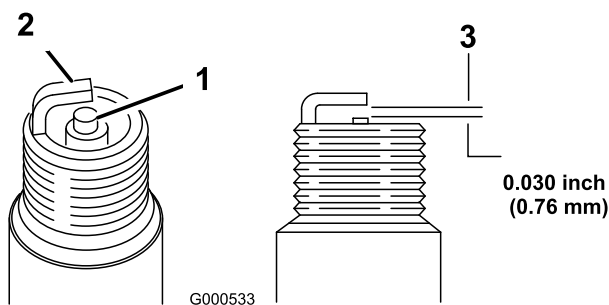

Figura 20
5. Impostate la distanza tra gli elettrodi a 0,76 mm (Figura 20).